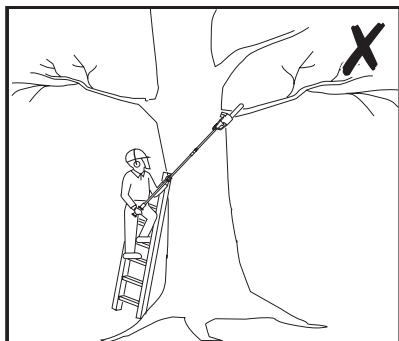

Fig. 37
8. Nu sta niciodată pe o scară sau pe orice alt fel de sprijin instabil când folosești produsul. Pozițiile instabile favorizează accidentele (fig. 37).